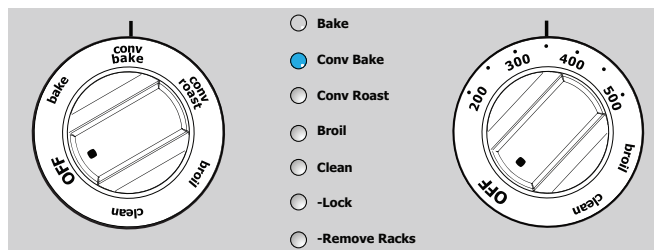

Figure 17 : Sélection de la cuisson par convection
2. Tourner le bouton du four sur « Conv Bake » (cuisson par convection). Le témoin lumineux « Conv Bake » (cuisson par convection) clignote (Figure 17).
3. Tourner le bouton de réglage de température sur 350. Le témoin lumineux « Conv Bake » (cuisson par convection) cesse de clignoter, mais il demeure allumé. Le préchauffage du four est lancé (Figure 17). Le ventilateur de convection démarre 6 minutes après l'allumage du four et demeure en marche pendant toute la durée de cuisson.